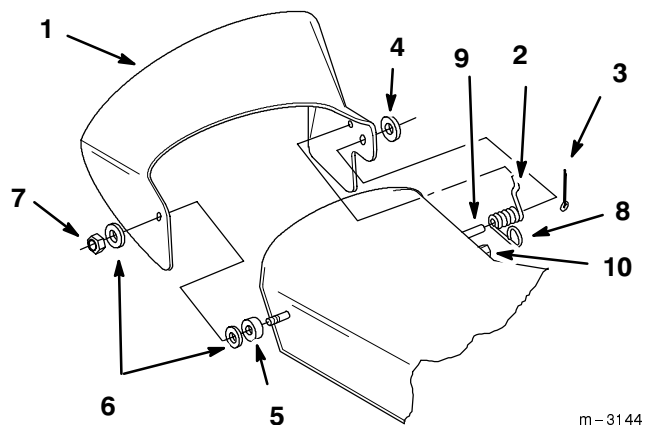

Figure 1
1. Identifier les pièces illustrées (Fig. 1).
3. Mettre le ressort et l'éjecteur en place sur le tenon de l'arrière du plateau de coupe, et fixer le tout avec une rondelle de 13 mm (1/2") et une goupille épingle de 19 mm (3/4") (Fig. 1).
6. Placer l'éjecteur sur le goujon et le fixer à l'aide d'une seconde rondelle de nylon et d'un écrou de 9,5 mm (3/8") (Fig. 1). Serrer l'écrou jusqu'à ce que l'extrémité du goujon affleure.